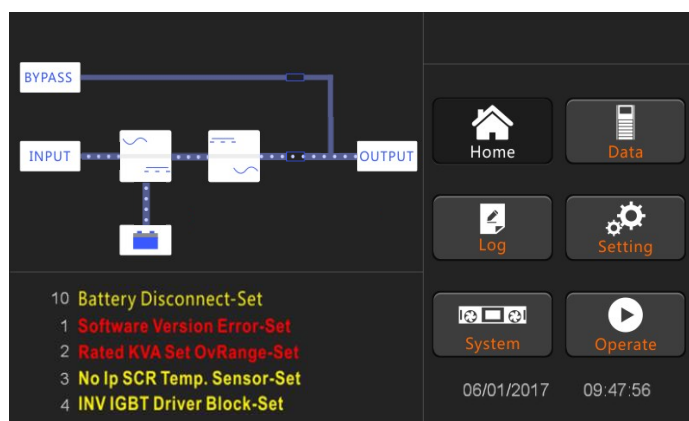

Рис.4-5 Интерфейс нормального режима
8. При замыкании внешнего выключателя батареи начнет мигать индикатор батареи, а затем ИБП зарядит батарею. ИБП работает в нормальном режиме, как показано на рис.4-5